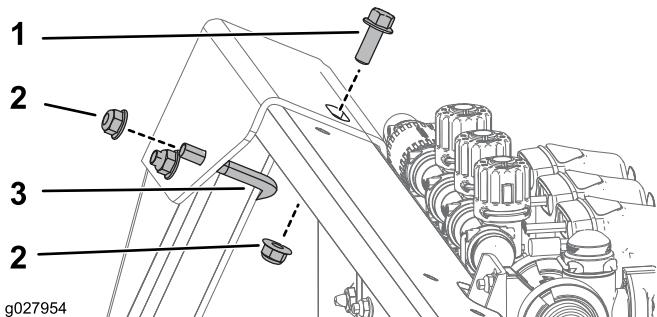

图3
2. 使用 1 个 U 形螺栓、1 个 3/8~16 x 1 英寸的 GR5 螺栓和 3 个凸缘螺母 (3/8~16 英寸) 将上支架的背面固定起来, 如图3 中所示。